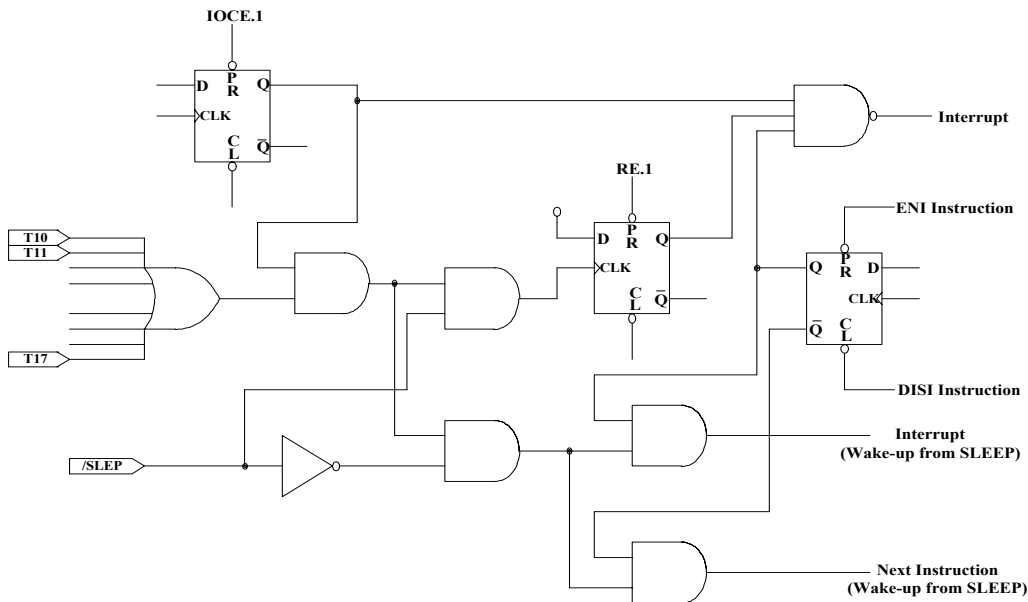

图9 输入变换中断/唤醒的端口6的I/O框图
- 执行 ENI 指令使全局中断有效, DISI 指令全局中断禁止。参考图 9